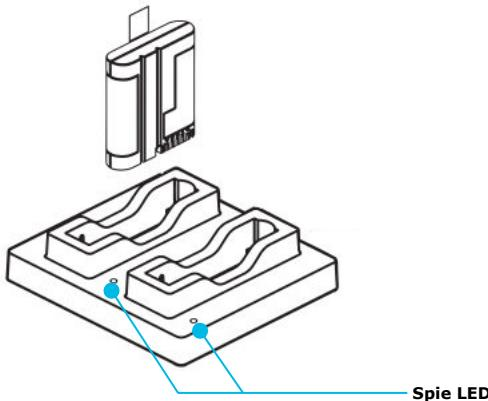

Figura 22 Caricabatterie e batteria.
- Le spie LED (vedere Figura 22) passano dal rosso all'arancione al verde, fino a spegnersi, indicando che il caricabatterie è pronto per l'uso.